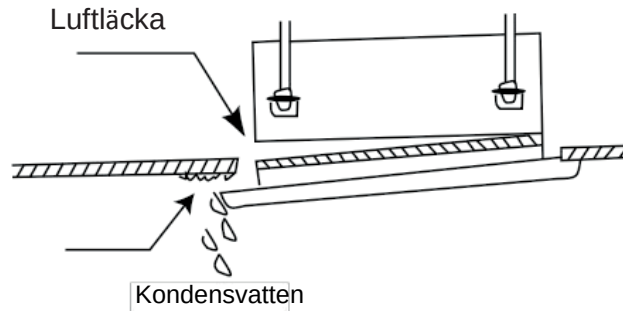

Bild 35
- (2). Dåligt spända skruvar kan leda till problem enligt bild 35.